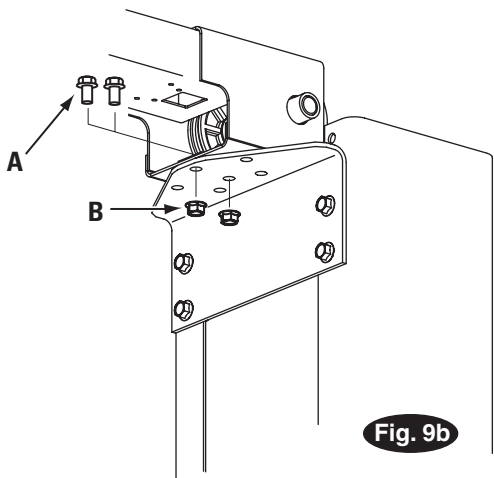

Fig. 9b Información
**9. Puente:** Con una escalera en cada columna, dos personas posicionan el ensamblaje del puente en los soportes de montaje de la columna y realizan el apriete con el tornillo ciego de cabeza hexagonal de tope de 3/8"-16NC x 3/4" de long. Utilice (1) arandela de estrella en el lado de la unidad de potencia, Fig. 9b. Use los orificios centrales. Apriete los pernos en el centro del ensamblaje del puente.